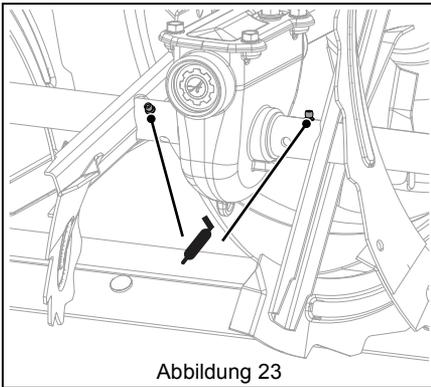

Abbildung 23
2. Schmierfett an den Schmiernippeln auftragen. Siehe Abbildung 23.